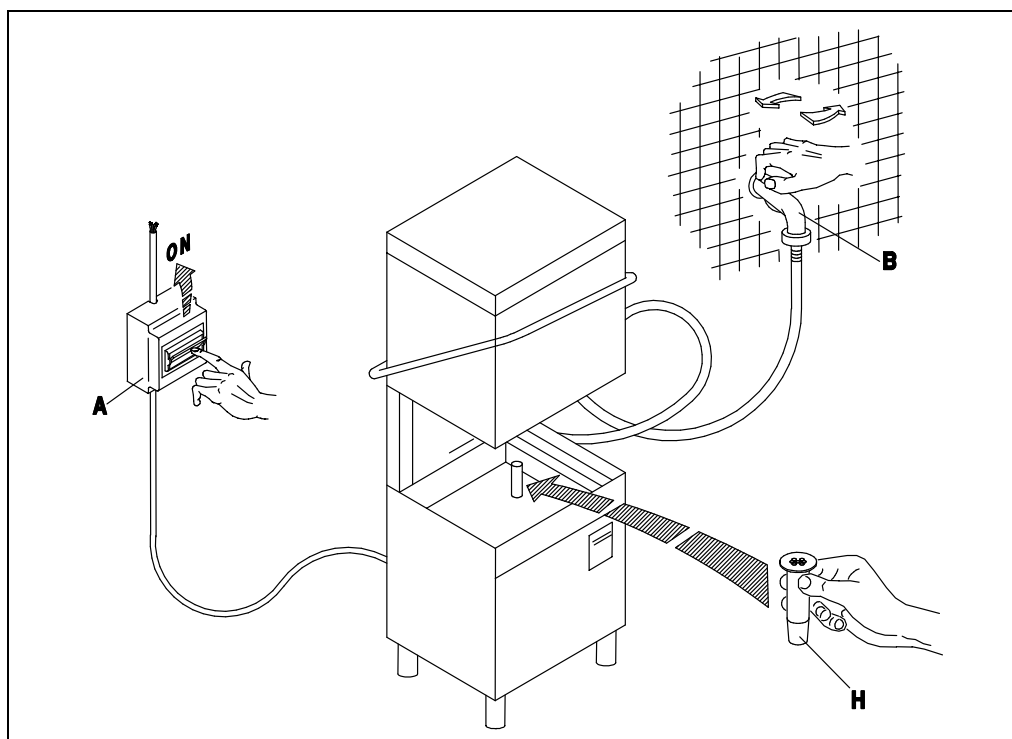

Fig. 3-1
- Aprire il rubinetto dell'acqua (B), inserire l'interruttore generale (A). Attivare l'interruttore principale dell'apparecchio (1), ne conseguirà l'accensione della spia (A) evidenziando che la macchina è sottoposta a tensione. A porta chiusa l'apparecchio si riempie d'acqua e alla fine del carico, si inseriscono automaticamente le resistenze della vasca e del boiler. Il funzionamento delle resistenze è reso visibile dall'accensione delle spie (D) ed (E). Quando entrambe le spie si spengono l'acqua avrà raggiunto le temperature impostate e l'apparecchio sarà pronto per iniziare il lavaggio. (fig. 3-1÷3-2)
- Turn on the water tap (B) and switch on the master switch (A). Turn the appliance ON switch (1), which will cause the warning light (A) to illuminate, indicating that the machine is live. When the door is closed the appliance fills with water. When it is full, the tub and boiler heating elements come on automatically. When the elements are activated, the warning lights (D) and (E) are illuminated. When both warning lights go out the water has reached the set temperature and the appliance is ready to begin the washing cycle. (fig. 3-1÷3-2)
- Öffnen Sie den Wasserhahn (B) und betätigen Sie den Hauptschalter (A). Beim Betätigen des Schalters (1) am Gläserspüler wird die Anzeige (A) aufleuchten, an der Sie erkennen können, daß die Maschine unter Spannung steht. Bei geschlossener Tür läuft Wasser in die Maschine; ist die nötige Wassermenge einmal erreicht, so schalten die Widerstände des Spülbehälter und des Boilers automatisch ein. Der Betrieb der Widerstände wird durch das Aufleuchten der Anzeigen (D) und (E) erkennbar. Beide Leuchtanzeigen erlöschen, wenn das Wasser eine vorbestimmte Temperatur erreicht hat, d. h. wenn der Gläserspüler betriebsbereit ist. (fig. 3-1÷3-2)
- Ouvrir le robinet (B) et insérer l'interrupteur général (A). Ouvrir l'interrupteur principal de l'appareil (1), le voyant (A) s'allumera ce qui signifie que la machine est branchée. L'appareil se remplit d'eau avec porte fermée et à la fin du chargement les éléments chauffants de la cuve et du boiler entrent automatiquement en action. Les voyants (D) et (E) s'allument quand les éléments chauffants fonctionnent. Les deux voyants s'éteignent dès que l'eau a atteint la température programmée et l'appareil est prêt pour commencer le lavage. (fig. 3-1÷3-2)
- Abrir el grifo del agua (B), conectar el interruptor general (A). Activar el interruptor principal del aparato (1); el encendido de la luz testigo (A) indica que la máquina está en tensión. Con puerta cerrada el aparato se llena de agua y cuando la carga esté terminada se conectarán automáticamente las resistencias del tanque y de la caldera. El funcionamiento de las resistencias es señalado por el encendido de las luces indicadoras (D) y (E). Cuando ambas luces se apaguen, el agua habrá alcanzado la temperatura programada y el aparato estará listo para empezar el lavado. (fig. 3-1÷3-2)
- Abrir a torneira de água (B), acionar o interruptor geral (A). Acionar o interruptor principal do aparelho (1), a luz (A) se acende evidenciando que a máquina esta sob tensão. Uma vez fechada a porta se enche de água e no final, as resistencias do cuba e do boiler começam a funcionar automaticamente. As luzes (D) e (E) indicam o funcionamento das duas resistencias. Quando ambas se apagarem é porque a temperatura alcançou seu nível desejado e a máquina estará pronta para iniciar a lavagem. (fig. 3-1÷3-2)
- Draai de waterkraan (B) open en schakel de hoofdschakelaar (A) in. Schakel de hoofdschakelaar van het apparaat (1) in waarna het lampje (A) gaat branden waaruit blijkt dat de machine onder stroom staat. Als de deur dichtgedaan wordt, loopt het apparaat vol met water en na afloop van het vollopen worden de verwarmingselementen van de kuip en van de boiler automatisch ingeschakeld. De werking van de verwarmingselementen blijkt uit het feit dat de lampjes (D) en (E) gaan branden. Als allebei de lampjes uitgaan dan heeft het water de ingestelde temperatuur bereikt en is het apparaat klaar om met het afwasprogramma te beginnen. (Afb. 3-1 - 3-2)
- A riempimento avvenuto, aprire la porta (I) e introdurre il detersivo (ca. 2 gr. per litro di capacità della vasca). Inserire il cesto (L) carico e chiudere la porta (I). Selezionare il ciclo di lavaggio inserendo il pulsante (4) (ciclo breve (II) tasto premuto ÷ ciclo lungo (I) tasto rilasciato). A questo punto premere il pulsante START (3) (almeno per 2 secondi) e avrà inizio il ciclo di lavoro visualizzato dalla lampada spia (C): la fine del ciclo coincide con lo spegnimento di questa spia. Per spegnere la macchina si dovrà disinserire l'interruttore (1) portandolo nella posizione (0) spia (A) spenta. (Fig.3-1÷3-3).
- Lorsque le remplissage est terminé, ouvrir la porte (I) et verser le détersif (environ 2 g pour chaque litre remplissant la cuve). Introduire le panier (L) plein et fermer la porte (I). Sélectionner ensuite le cycle de lavage en actionnant le bouton-poussoir (4) (cycle court (II) touche enfoncée ÷ cycle long (I) touche relâchée). A ce stade, presser le bouton-poussoir START (3) (au moins 2 secondes) et le cycle de fonctionnement commencera, visualisé par la lampe-témoin (C). La fin du cycle coïncide avec l'extinction de ce voyant. Pour arrêter la machine, il faudra débrancher l'interrupteur (1) en le ramenant sur la position (0): lampe-témoin (A). (Fig.3-1÷3-3).
- Después del llenado, abra la puerta (I) y vierta el detergente (2 gramos aproximadamente por litro de capacidad de la cuba). Introduzca el cesto (L) carga y cierre la puerta (I). Seleccione el ciclo de lavado por medio del selector (4) (ciclo breve (II) tecla pulsada ÷ ciclo largo (I) tecla soltada). Pulse ahora START (3) (almenos durante 2 segundos) para arrancar el ciclo de trabajo: se enciende la luz testigo (C), que se apagará al final del ciclo. Para anagar la máquina desconecte el interruptor (1) posición 0, luz testigo (A) apagada. (Fig.3-1÷3-3).
- Doe na het vollopen de deur open (I) en doe er afwasmiddel in (ongeveer 2 g per liter inhoudscapaciteit van de kuip). Doe de beladen korf (L) erin en doe de deur (I) dicht. Stel het afwasprogramma in door op de knop (4) te drukken (kort programma (II) toets ingedrukt – lang programma (I) toets losgelaten). Druk nu op de START knop (3) waarna (minstens 2 seconden) het afwasprogramma zal beginnen dat aangegeven wordt door het controlelampje (C): het einde van het programma valt samen met het uitgaan van dit lampje. Om de machine uit te schakelen moet u de schakelaar (1) uitschakelen door hem op de stand (0) te zetten, lampje (A) uit (Afb. 3-1 ÷ 3-3).